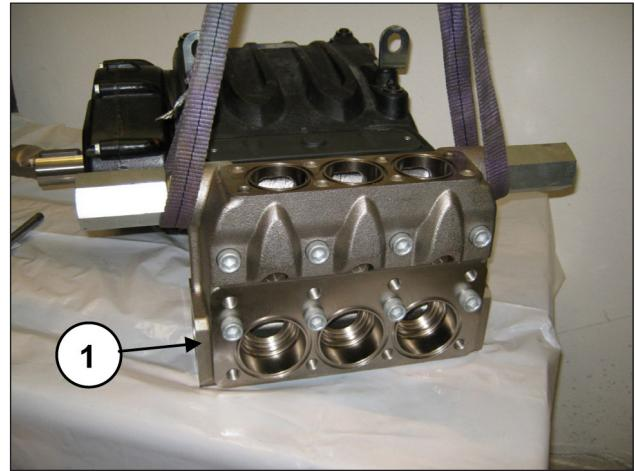

Abb. 162
Bauen Sie den Kopf auf das Pumpengehäuse an (Pos. ①, Abb. 162) und achten Sie dabei, nicht gegen die Kolben zu stoßen. Ziehen Sie dann die 8 Schrauben M16x150 fest (Pos. ①, Abb. 163).